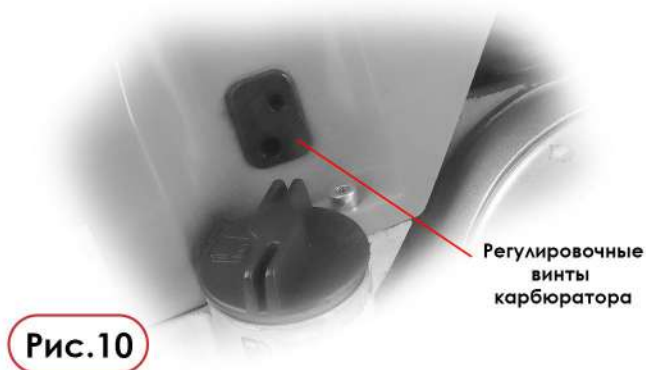

Рис.10
Карбюратор предварительно настроен и отрегулирован на заводе для достижения оптимальной топливно-воздушной смеси для плавной, экономичной, надежной работы двигателя с низким уровнем выбросов. Воздушный фильтр и свечу зажигания необходимо регулярно проверять и обслуживать. Однако, если обнаружится, что работа бензореза неудовлетворительна (например, обороты холостого хода слишком высоки или слишком низки, или ненормальный выброс выхлопных газов все еще сохраняется), может потребоваться небольшая дополнительная регулировка карбюратора, которая включает в себя: (Рис. 10)
Найдите винт регулировки низких оборотов «L» (Рис. 10), с помощью отвертки поверните винт L по часовой стрелке до упора. Затем поверните винт L назад (против часовой стрелки) на 360°.
- Если скорость холостого хода слишком низкая, двигатель может заглохнуть после запуска. В этом случае сделайте стандартную настройку сначала, как указано в п.а, затем поверните винт регулировки холостого хода LA (Рис. 10) внутри нижнего отверстия крышки уплотнения карбюратора по часовой стрелке, пока отрезной диск не начнет вращаться. Затем поверните винт LA назад (против часовой стрелки) на 1/4 окружности (90°).